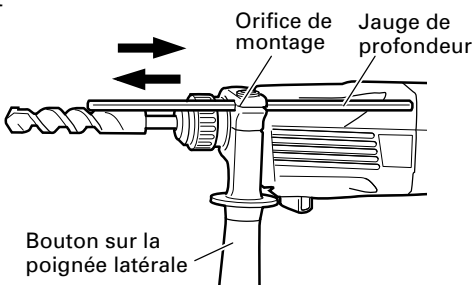

Fig. 14
**7. Utilisation de la quenouille (Fig. 14)**